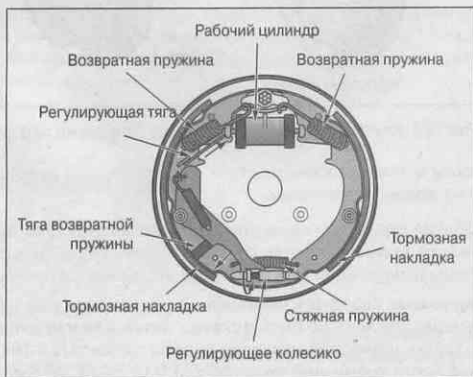

Рис. 18.7. Саморегулирующийся тормоз Delco Moraine (по мере износа накладок регулирующие тяги и пружины автоматически регулируют работу тормозов)
12. Присмотритесь к *самоустанавливающемуся механизму* на ваших тормозах (на рис. 18.7–18.9 показаны часто применяемые самоустанавливающиеся механизмы). Найдите трос, который идет от опорного пальца, расположенного над рабочим тормозным цилиндром, вокруг опорного диска к регулирующему приспособлению внизу.